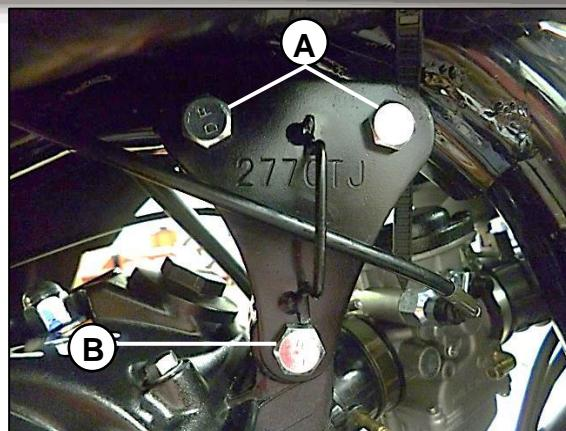

Fig. 26
Desajuste los tornillos superiores (A) que van al chasis y el tornillo pasador inferior (B) que va al culatín. **Fig.26**